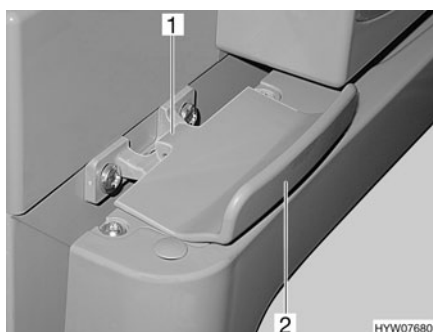

Fig. 189 Dispositif de verrouillage de la porte du réfrigérateur, fermé (Thetford)
- Ouvrir la porte du réfrigérateur sur la poignée (Fig. 189,2). Le verrouillage (Fig. 189,1) sera débloqué automatiquement.